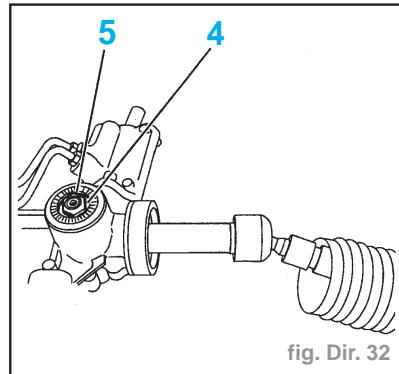
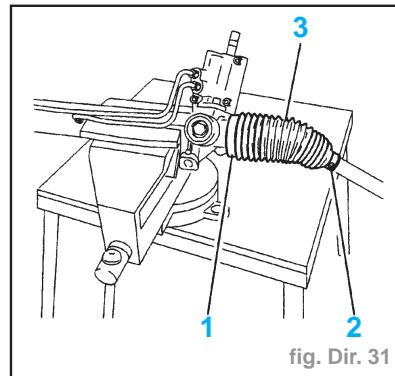

fig. Dir. 32
fig. Dir. 31
- Déposer les colliers (1) et (2) (fig. Dir. 31).
- Dégager le soufflet (3).
- Déposer le bouchon (5) de la vis (4) (fig. Dir. 32).
- reposer le bouchon plastique (5) (fig. Dir. 32)
- freiner la vis (4)
- reposer le soufflet (3) (fig. Dir. 31)